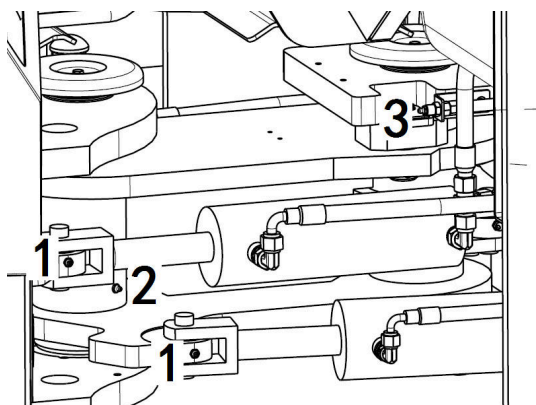

Рис. 3-21 Шарнир рулевой тяги
8. Нанесение смазки на вал рулевого привода и шарнир рулевой тяги (Рис. 3-21)